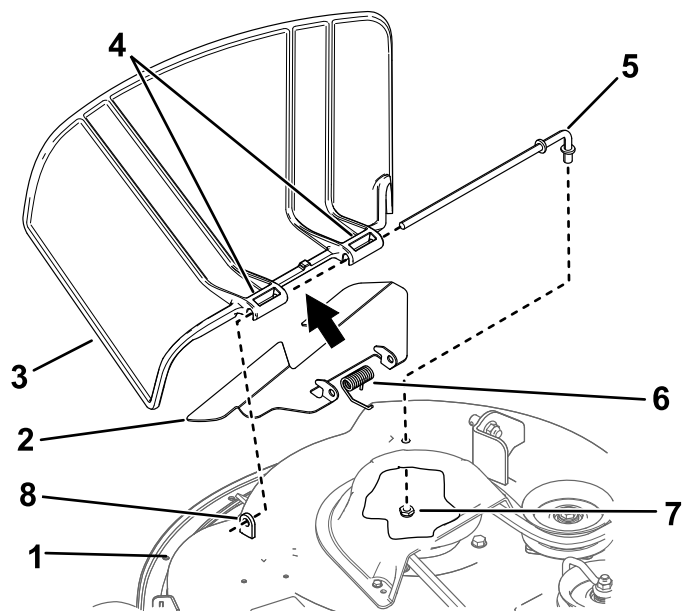

Рисунок 73
1. Отверните гайку ($\frac{3}{8}$ дюйма) со стержня из-под нижней части газонокосилки (Рисунок 73).
2. Выдвиньте стержень из короткой проушины, пружины, дефлектора и отражателя травы (Рисунок 73).
4. Установите новый отражатель травы и дефлектор (Рисунок 73).
7. Проденьте стержень через дефлектор и второй шарнир отражателя травы (Рисунок 73).
9. Прикрепите задний конец стержня к газонокосилке с помощью гайки ($\frac{3}{8}$ дюйма), как показано на Рисунок 73.